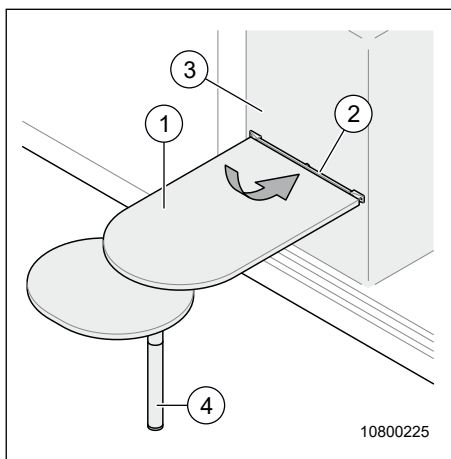

Fig. 19 Haka i bordet på utsidan
1. Haka fast bordet (Fig. 19, pos. 1) snett uppifrån i styrskenan (Fig. 19, pos. 2) på köksdelen (Fig. 19, pos. 3).
Se upp: Benets nedre del (Fig. 19, pos. 4) är endast isatt och kan falla ur.